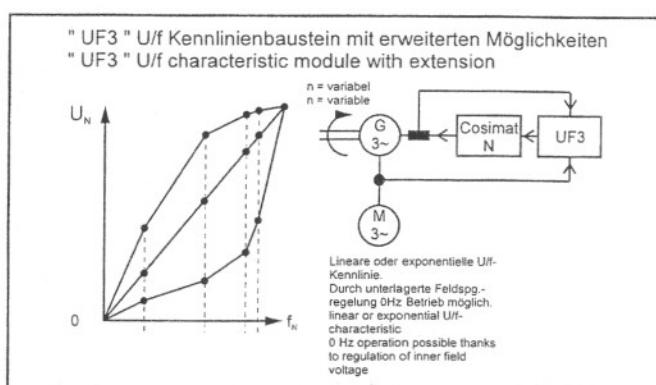

Рис.19 – Дополнительный блок UF3
**(Рис.19 Дополнительный блок UF3)**